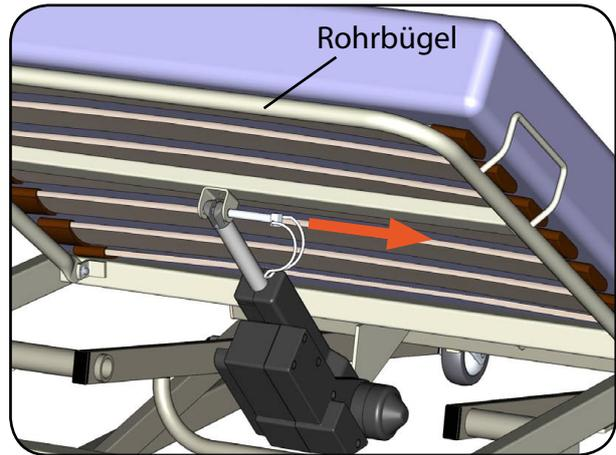

Abb. 8.7.01 - Rohrklappstecker zur Notabsenkung
2. Dazu hebt der erste Anwender das Rückenteil am Rohrbügel des Rückenteils leicht an und hält es in dieser Stellung fest (Abbildung 8.7.01). Der zweite Anwender unterstützt den ersten Anwender bei Bedarf.
3. Der zweite Anwender klappt den Sicherheitsbügel des Rohrklappsteckers um und zieht diesen daran heraus (Abbildung 8.7.01). (Der Antrieb ist getrennt und schwenkt nach unten weg. Das Rückenteil wird nun nicht mehr vom Antrieb gehalten.)